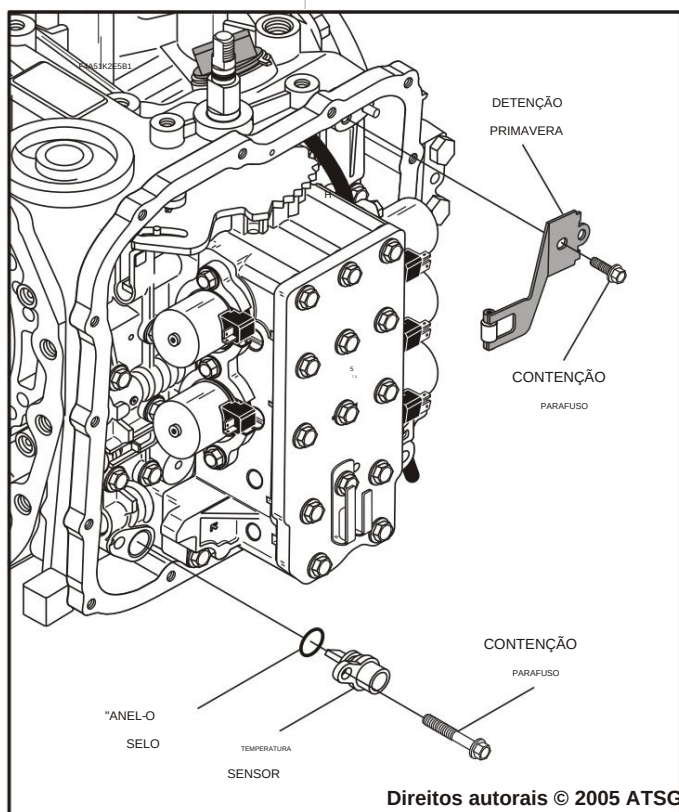

Figura 28
4. Remova a mola de retenção interna, conforme mostrado na Figura 28.
5. Remova o sensor TFT da transmissão, conforme mostrado na Figura 28.
6. Remova e descarte o anel "O" do sensor TFT, conforme mostrado na Figura 28.